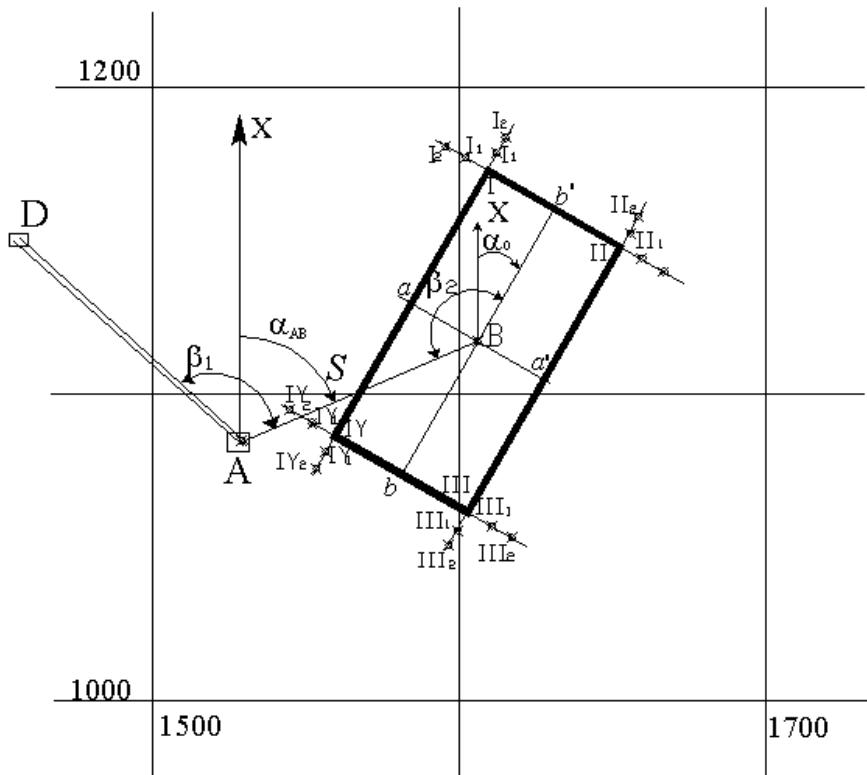

Рисунок 1. Пояснительная схема к проекту разбивки здания на промышленной площадке карьера.
В соответствии с генеральным планом промышленной площадки карьера требуется перенести в натуру здание размером 110x50,0 м. Координаты центра (**B**) здания (X_B , Y_B) и дирекционный угол (α_0) продольной оси здания приведены в таблице 2. Проект разбивки здания составить на миллиметровке в масштабе 1:1000 (см. рисунок 1).
4) Для переноса в натуру центра (B) здания устанавливают теодолит в точке A и от направления AD откладывают угол β_1 затем по направлению AB стальной рулеткой откладывают горизонтальное проложение S и фиксируют на промышленной площадке точку B . (рис.1).
6) Разбивка в натуре углов здания (**I**, **II**, **III**, **IV**) производится от осей здания. Устанавливают теодолит в точке " a ", визируют на точку B откладывают угол 90° и половину продольного размера здания и закрепляют на площадке точку **I**. Затем откладывают угол 90° в противоположную сторону и половину продольного размера здания и фиксируют в натуре точку **II**. Аналогичным образом закрепляют на промышленной площадке углы здания **III** и **IV**. Контроль разбивки здания осуществляется по створности линий **I**-" a "-**IV** и **II**-" a' "-**III** (см. рисунок 1). При этом отклонение от створа не должно превышать ± 5 мм.
7) Закрепление строительных осей стен здания производится методом створной выноски. Каждая из четырех осей здания закрепляется 4 пунктами - по 2 пункта с каждой стороны (см. рисунок 1).